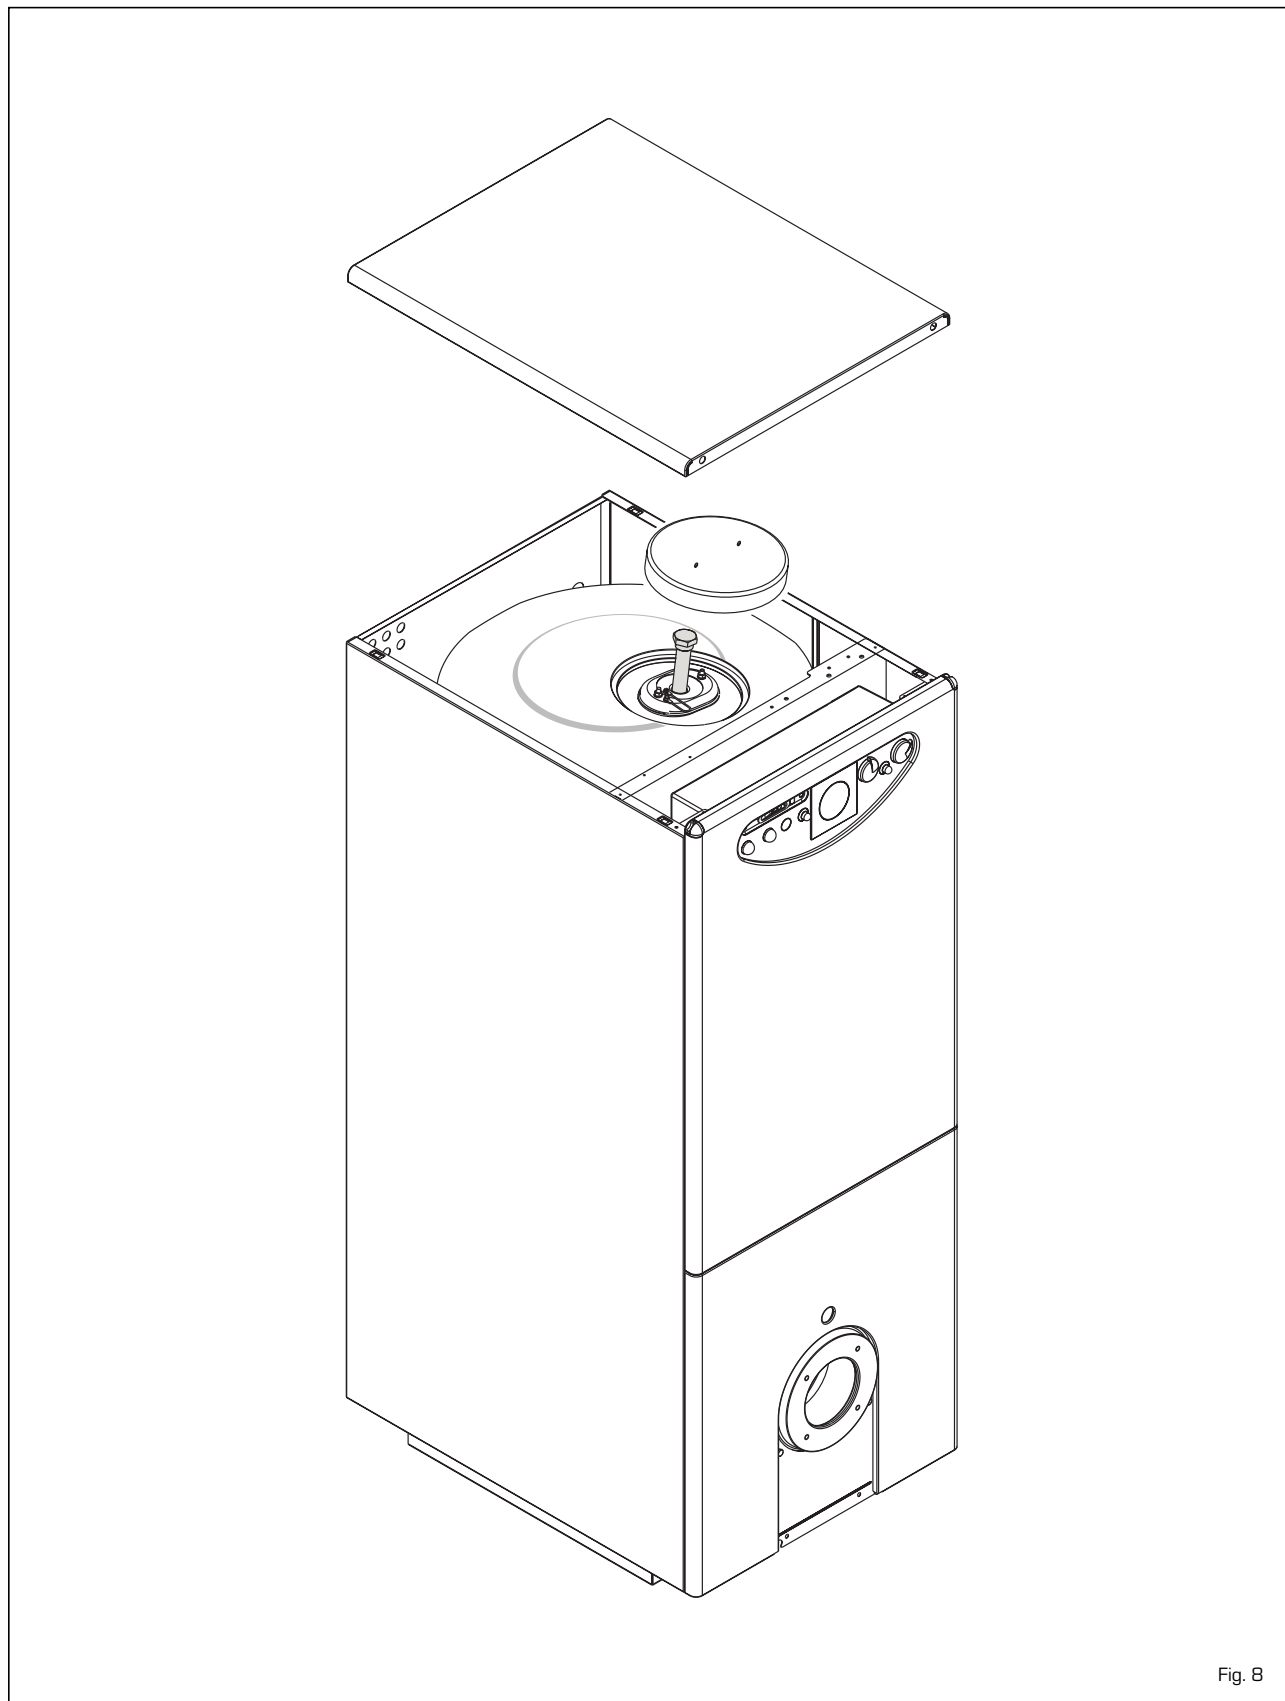

Fig. 8
3.3.2 Beschermingsanode van de boiler (fig. 8)